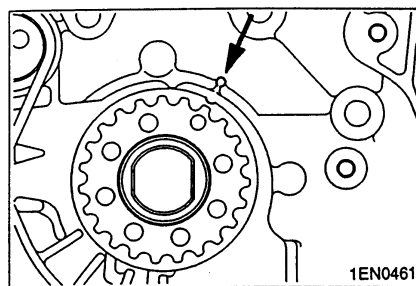

图 3-13
- b. 将曲轴正时记号与前壳体上的正时记号对准 (见图 3-13)。